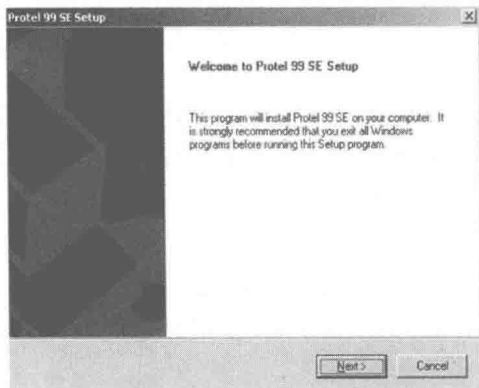

图 0-1 Protel 99SE 的安装界面
(2) Protel 99SE 软件的安装
① 将 Protel 99SE 软件光盘放入计算机的光盘驱动器中。
② 放入 Protel 99SE 光盘后，系统将激活自动执行文件，屏幕出现如图 0-1 所示的欢迎信息。如果光驱没有自动执行，可以在 Windows 环境中打开光盘，运行光盘中的 setup.exe 文件进行安装。